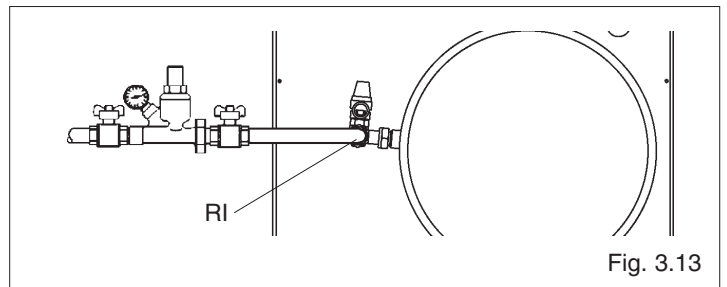

Fig. 3.13
- chiudere tutti i dispositivi dell'impianto idrico (fig. 3.13).